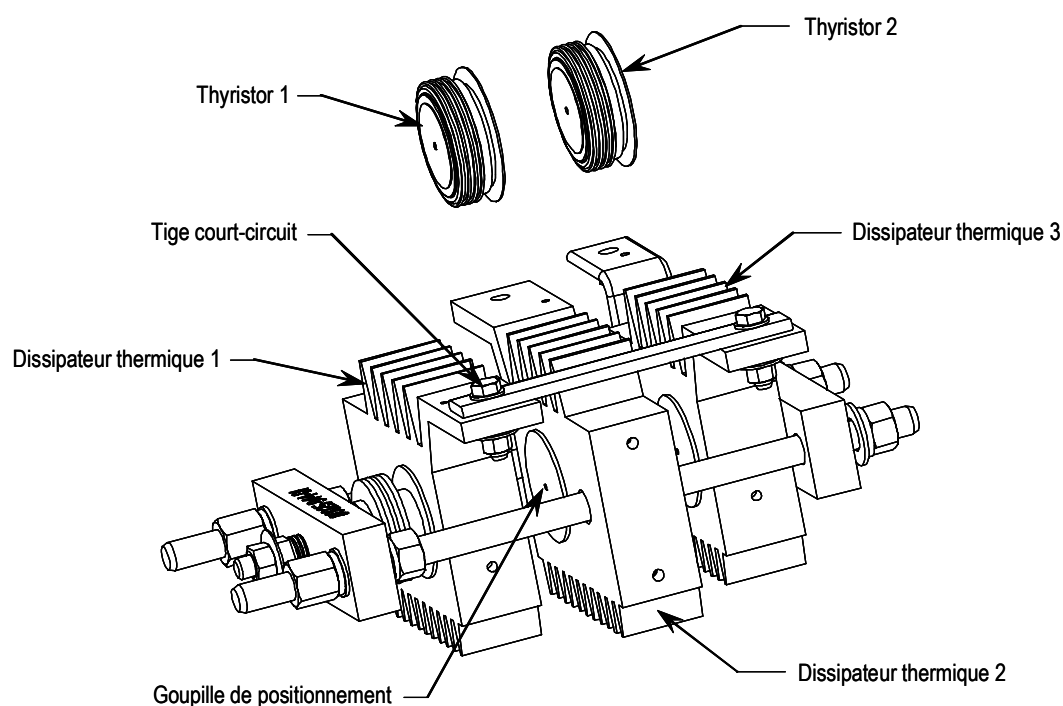

Figure 9.7 – Retrait d'un thyristor (1 000 à 2 400 V, 180/360 A)
9. Placer le module sur une surface plane (voir les figures 9.7, 9.10 et 9.14). S'il est nécessaire d'incliner le module, s'assurer qu'aucun fil ne peut être endommagé.
5. Placer les thyristors neufs en partant du haut et en poussant les dissipateurs thermiques l'un contre l'autre pendant l'installation. S'assurer que les thyristors sont placés et positionnés correctement. Se reporter aux figures 9.7, 9.9 et 9.16.